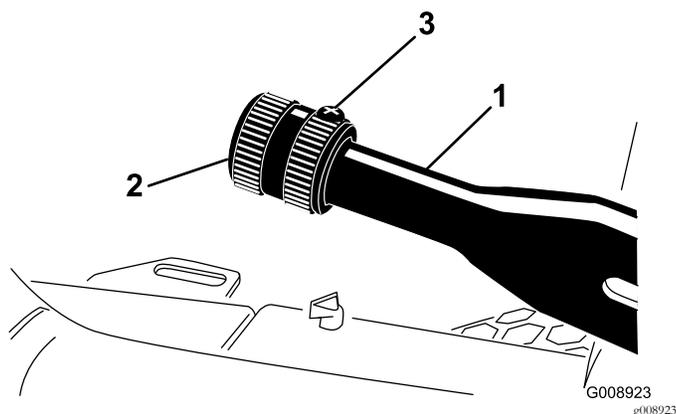

Рисунок 70
1. Ослабьте установочный винт, с помощью которого рукоятка подсоединяется к рычагу стояночного тормоза (Рисунок 70).